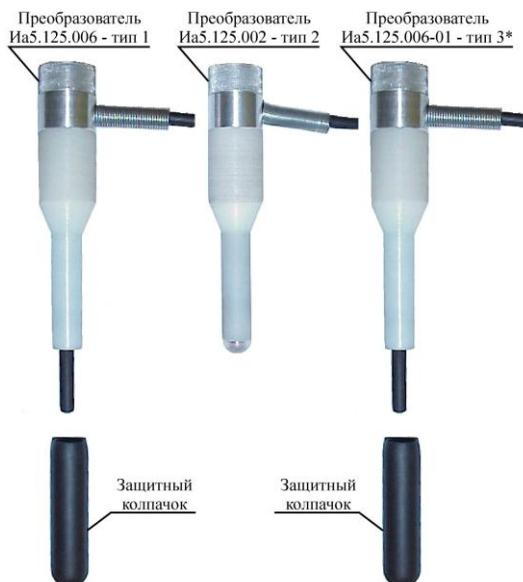

Рис. 3.3 Комплект преобразователей для дефектоскопа ВД-12НФМ
**3.7.1** Преобразователи (рис. 3.3) предназначен для преобразования неэлектрических величин (в виде локальных нарушений сплошности) в электрический сигнал, путем возбуждения в контролируемом изделии вихревых токов и последующем выделении сигнала, параметры которого (амплитуда и фаза) определяются действующим вторичным полем.
*При работе с преобразователями типа 1 – маркировка (●) и типа 3 – маркировка (●●●) снять защитный колпачок (рис. 3.3).*